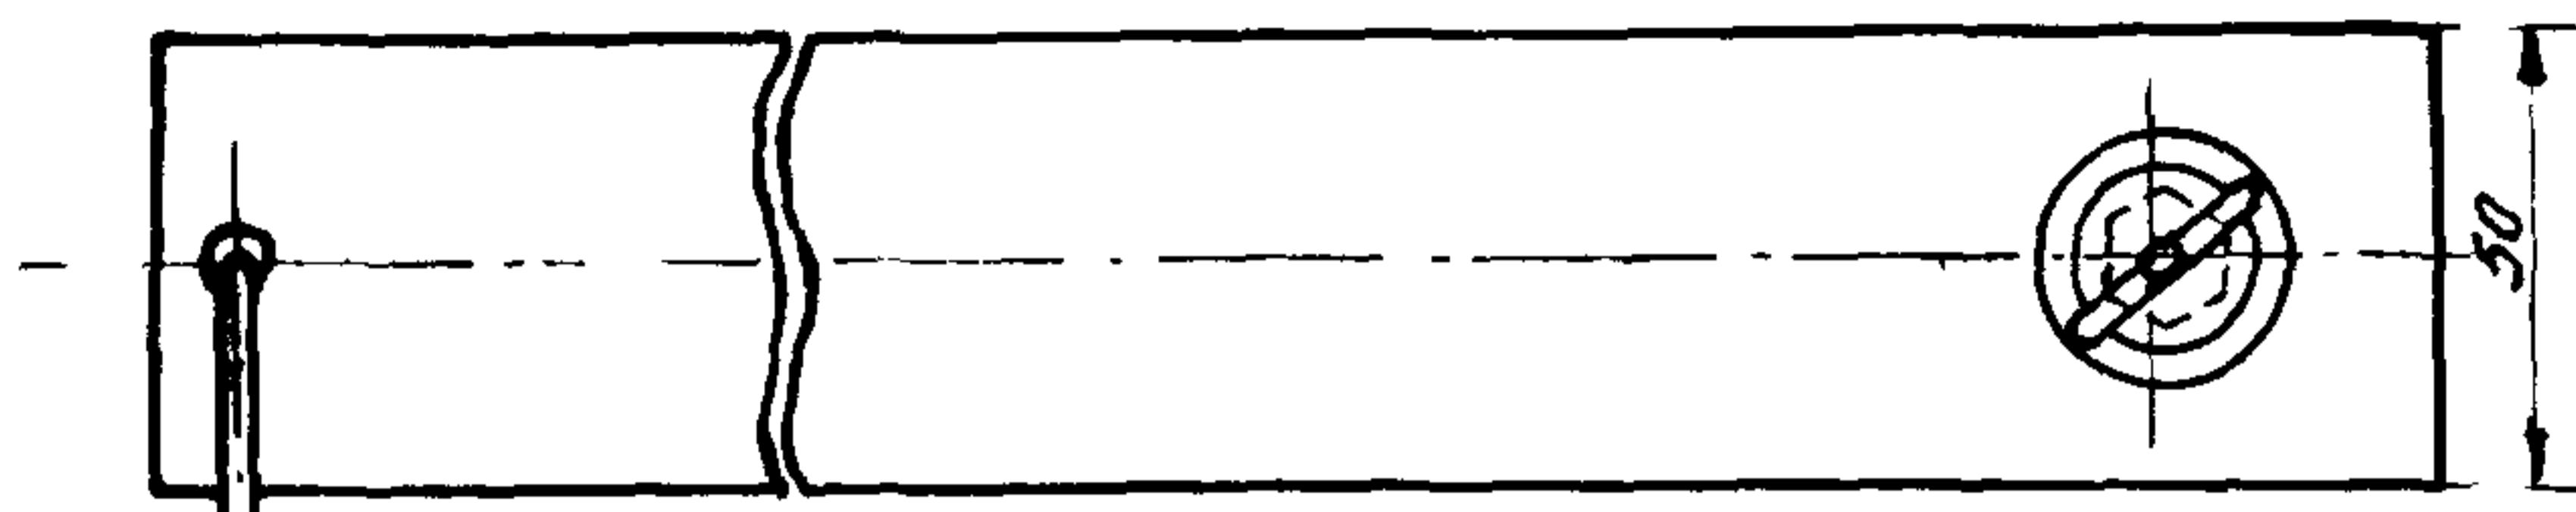

Рис.35. Приспособление
28.4. Установить приспособление II-9 для замера моментов (рис.35) на конец вала привода 5 (см.рис.15). Проверить и отрегулировать: